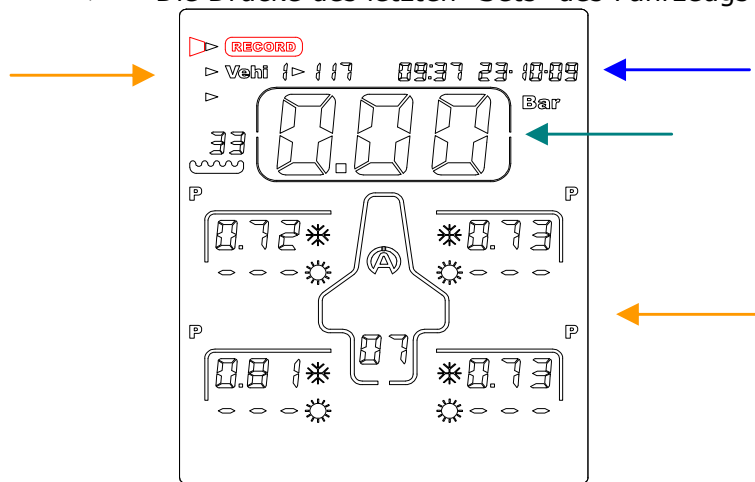

Abbildung 1
1) Wählen Sie mit Hilfe der Tasten das Symbol "**RECORD**" (Abbildung 1) aus.